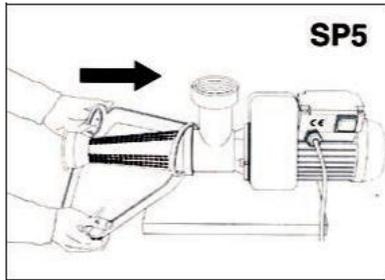

Fig.13
- Montieren Sie die Rutsche, indem Sie sie am Gehäuse und am Filter einhaken (Abb. 13, 14, 15).